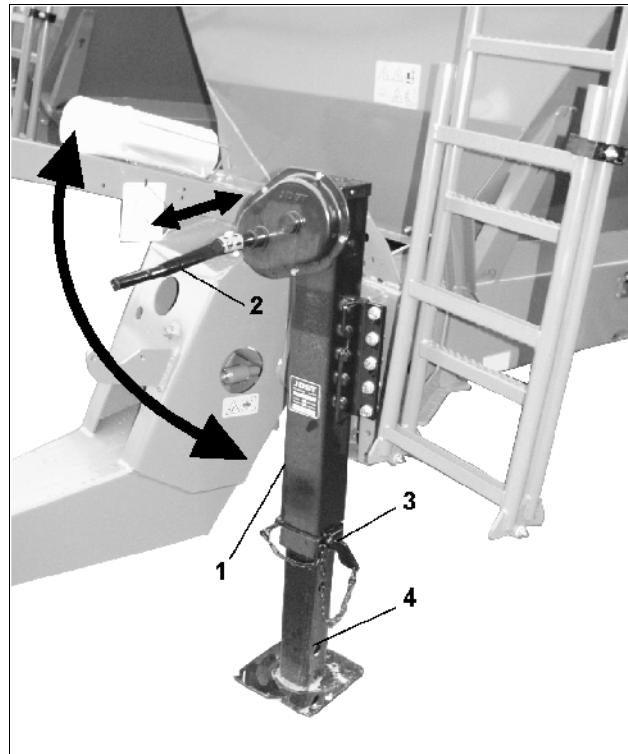

Рис. 22
- Извлеките крепежный палец (Рис. 22/4) из нижнего отверстия.
- Опустите опорную стойку (Рис. 22/1).